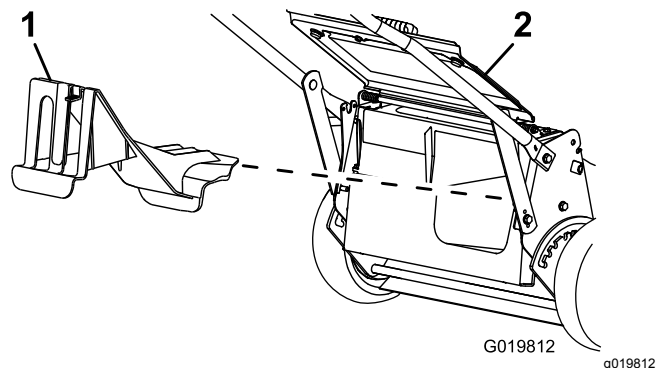

Figura 23
- Si el tapón de descarga trasero no está instalado, sujételo por el asa, eleve la puerta trasera e introdúzcalo en el conducto de descarga trasera hasta que el enganche encaje en su sitio; consulte Figura 23.
2. Retire el tapón de descarga trasera presionando hacia abajo sobre el enganche con el dedo pulgar y extrayendo del tapón de la máquina (Figura 23).